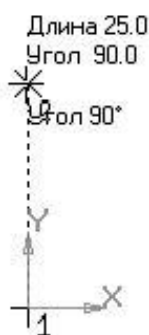

Рис. 62
- очерк верхней половины детали, рис. 62 – 65;
- Установите курсор в начало координат и нажмите левую кнопку мыши, – начальная точка зафиксирована. В строке параметров введите значение длины первого отрезка, равное 25 мм ($50:2=25$), переместите курсор вверх от начала координат до срабатывания угловой привязки «Угол 90°», рис. 62, зафиксируйте конечную точку первого отрезка нажатием левой кнопки мыши.